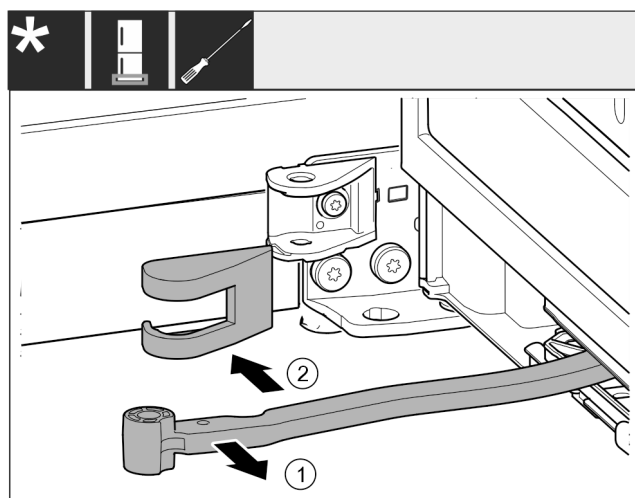

Fig. 20
- Поверните шарнир Fig. 20 (1) в направлении двери.
- Снимите крышку опорного кронштейна Fig. 20 (2).